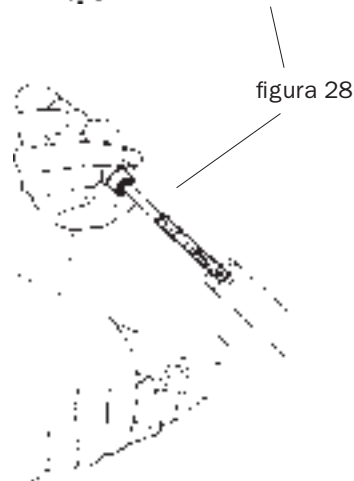

figura 28
- Con la ayuda de un instrumento musical, pulsar la nota DO y luego darle golpes suaves con una varilla a uno de los tubos. Si el sonido que se obtiene del tubo corresponde a la nota DO, entonces el largo del tubo es el correcto; de no ser así, será necesario disminuir el largo del tubo hasta obtener el sonido deseado. Para hacerlo se puede cortar una rodaja de algunos milímetros o limar el extremo si la nota es casi exacta (figura 28). Otra posibilidad es derramar dentro del tubo un poco de cera de vela, lo que lo acortará (fig. 29).